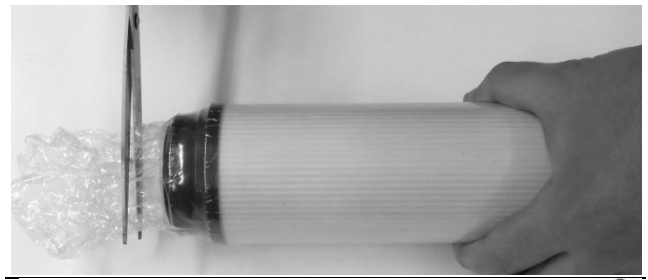

Fig. 2
4. Montar los filtros nuevos enroscándolos, teniendo cuidado de no confundir sus posiciones (el filtro carbon block está montado lateralmente, Fig. 2 y 3). Enroscarlos hasta el fondo, sin forzar.